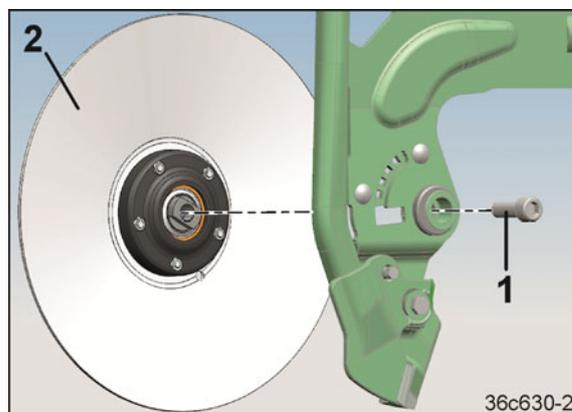

Рис. 308
2. Отверните болт с цилиндрической головкой 16X 45 (Рис. 308/1)
3. Снимите диск сошника (Рис. 308/2).
7. Установите диск сошника (Рис. 308/2).
8. Вставьте и затяните болт с цилиндрической головкой 16X 45 (Рис. 308/1).